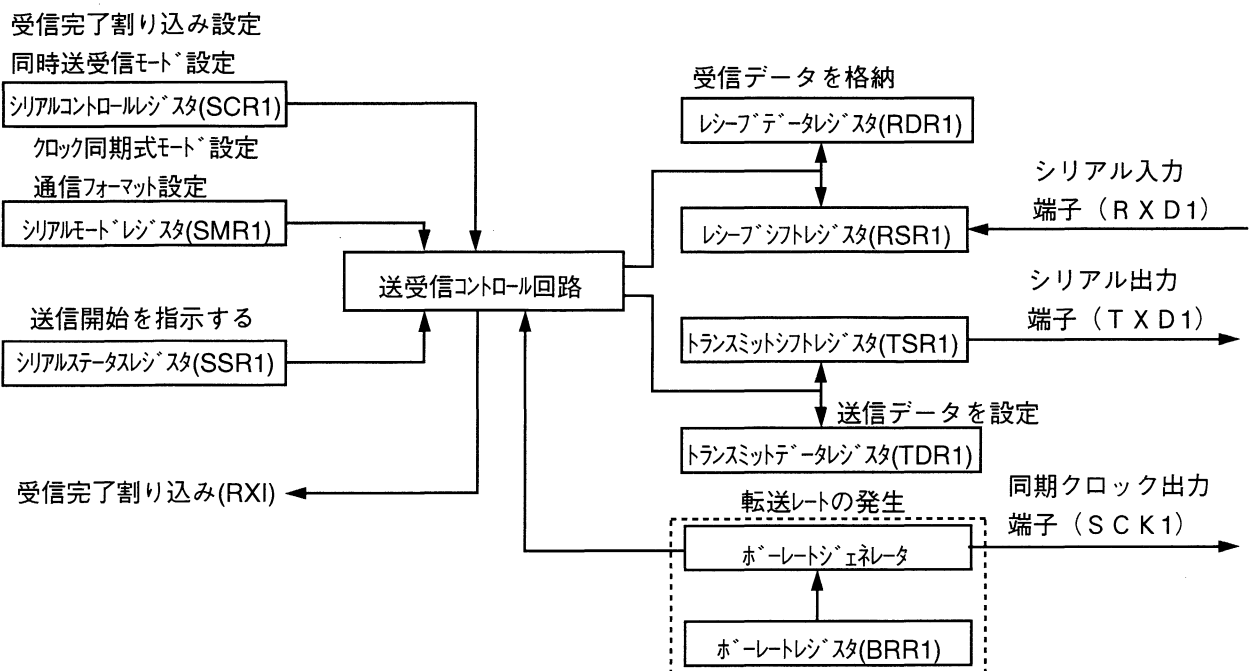

図2 S C I ブロック図
- (1) 本タスク例ではデータの送受信を S C I 1 を使用して行います。また、通信制御端子 ( R R Q 、 S R Q ) はポート6を使用します。
- (a) 図2に本タスク例で使用する S C I のブロック図を示します。本タスク例では、 S C I の以下の機能を使用して送受信動作を同時に行います。